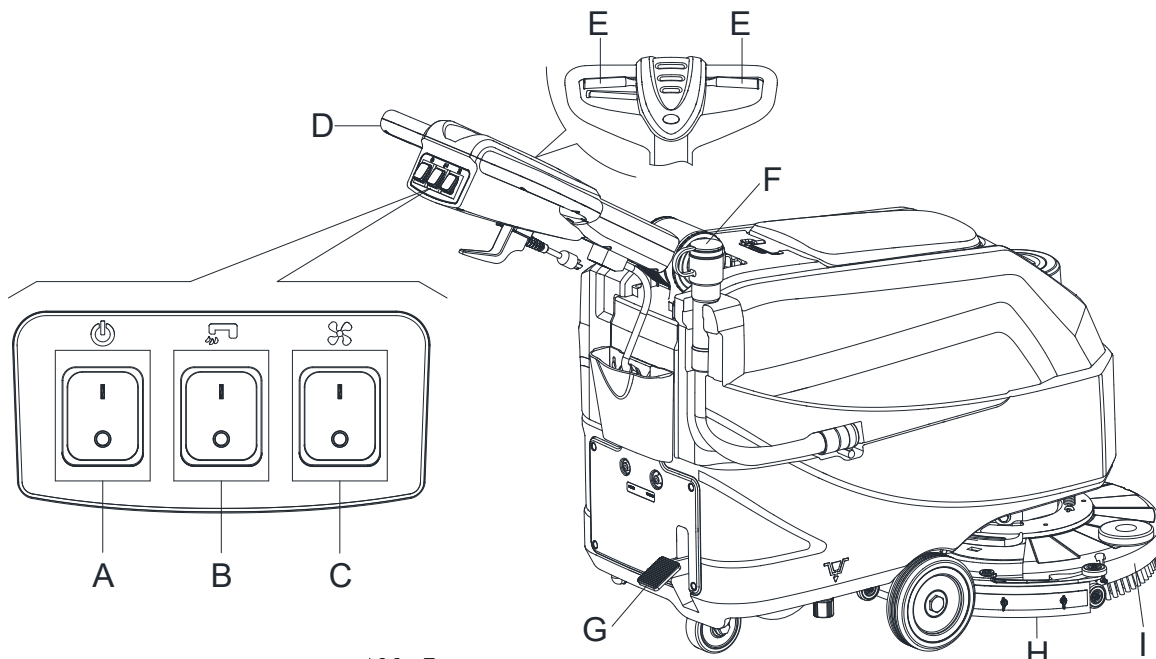
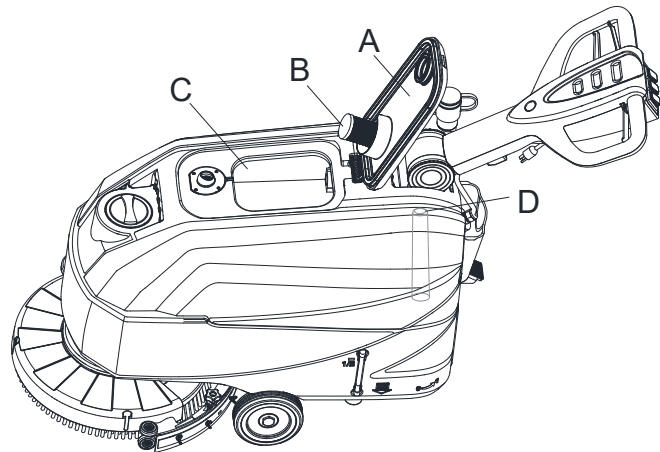

Abb. 7
Abb. 9
2. Bewegen Sie das Gerät zum Bereich, der gereinigt werden soll. Benutzen Sie zum Schieben die Lenkstange (D, Abbildung 7).
3. Senken Sie durch Anheben des Pedals (G) das Bürsten-/Pad-Halterdeck (I, Abbildung 7) und die Saugleiste (H) ab.
4. Schieben Sie den Netzschalter (A, Abbildung 7) in die „I“-Stellung.
5. Schieben Sie den Schalter für die Reinigungslösung (B, Abbildung 7) in die „I“-Stellung. (Arbeiten Sie gleichzeitig mit dem Sicherheitsschalter (E), um das Magnetventil zu steuern.)
6. Schieben Sie den Saugschalter (C, Abbildung 7) in die „I“-Stellung.
7. Beginnen Sie die Reinigung, indem Sie das Gerät mit den Händen auf der Lenkstange (D, Abbildung 7) schieben und den Sicherheits-Schalthebel (E, Abbildung 7) drücken.
Um das Gerät vorwärts zu bewegen, drücken Sie entweder den linken Sicherheits-Schalthebel, den rechten Sicherheits-Schalthebel (E, Abbildung 7) oder beide.
10. Das Gerät über die Lenkstange (D, Abbildung 7) anhalten.
11. Sind Sie mit der Verwendung des Geräts fertig, lassen Sie den Sicherheits-Schalthebel (E) los, um den Bürsten-/Pad-Halter und das Magnetventil auszuschalten.
12. Den Schalter für die Reinigungsflussschalter (B) in die „OFF“-Stellung schieben, um den Reinigungsflussschalter komplett auszuschalten.
13. Schieben Sie den Saugschalter (C) in die „OFF“-Stellung. Das Saugsystem stoppt nach wenigen Sekunden.
15. Heben Sie durch Drücken des Pedals (G) das Bürsten-/Pad-Halterdeckel (I, Abbildung 7) und die Saugleiste (H) an.
2. Während Sie beide Hände auf der Lenkstange halten den Sicherheits-Schalthebel (E, Abbildung 7) drücken, dann das Gerät bewegen und das Scheuern/Trocknen des Bodens starten.
Eine automatische Schwimmerabschaltung (B, Abbildung 9) blockiert das Saugsystem, sobald der Schmutzwassertank (C) voll ist. Die Deaktivierung des Saugsystems wird durch einen plötzlichen Frequenzanstieg des Motorgeräusches des Saugsystems angezeigt auch wenn der Boden noch nicht getrocknet wurde.
Wenn das Vakuumsystem versehentlich abgeschaltet wird (z.B., wenn der Schwimmer wegen einer plötzlichen Bewegung des Geräts aktiviert wird), gehen Sie zur Wiederaufnahme des Betriebs wie folgt vor: Drücken Sie den Netzschalter (39 und 41) um den Strom und das Saugsystem auszuschalten, öffnen Sie dann die Abdeckung (A, Abbildung 9) und prüfen Sie, ob der Schwimmer im Inneren des Gitters (B) sich auf Wasserhöhe befindet. Schließen Sie dann die Abdeckung (A) und drücken Sie den Netzschalter (39 und 41), um den Strom und das Saugsystem einzuschalten.
Wenn der Schmutzwassertank (C, Abbildung 9) voll ist, entleeren Sie ihn, indem Sie wie folgt vorgehen.
2. Heben Sie durch Drücken des Pedals (G) das Bürsten-/Pad-Halterdeck (I, Abbildung 7) und die Saugleiste (H) an.
4. Entleeren Sie den Schmutzwassertank mit dem Schlauch (F, Abbildung 7). Spülen Sie dann den Schmutzwassertank (C, Abbildung 9) mit sauberem Wasser.
5. Nehmen Sie den Schmutzwassertankdeckel (A, Abbildung 9) ab und reinigen Sie die Deckelinnenseite und das Filterschwimmgitter (B) mit sauberem Wasser.
6. Überprüfen Sie den Schmutzwassertank (D, Abbildung 9) auf die Verlegung durch Fremdkörper und reinigen Sie ihn.